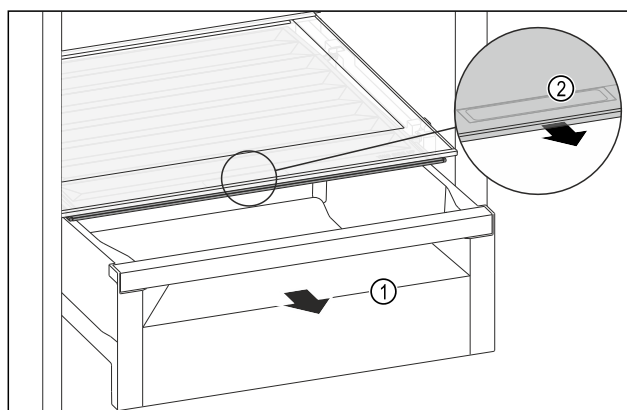

Fig. 108
- ▶ Извлеките выдвижной ящик *Fig. 108 (1)*.
- ▶ Возьмитесь за утопленную ручку *Fig. 108 (2)* на крышке отделения и одновременно потяните крышку отделения вперед.